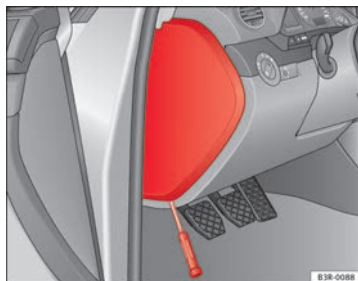

Fig. 199 Tapa de la caja de fusibles en el lado izquierdo del tablero de instrumentos
- Utilice un destornillador para abrir la tapa de los fusibles ⇒ fig. 199.